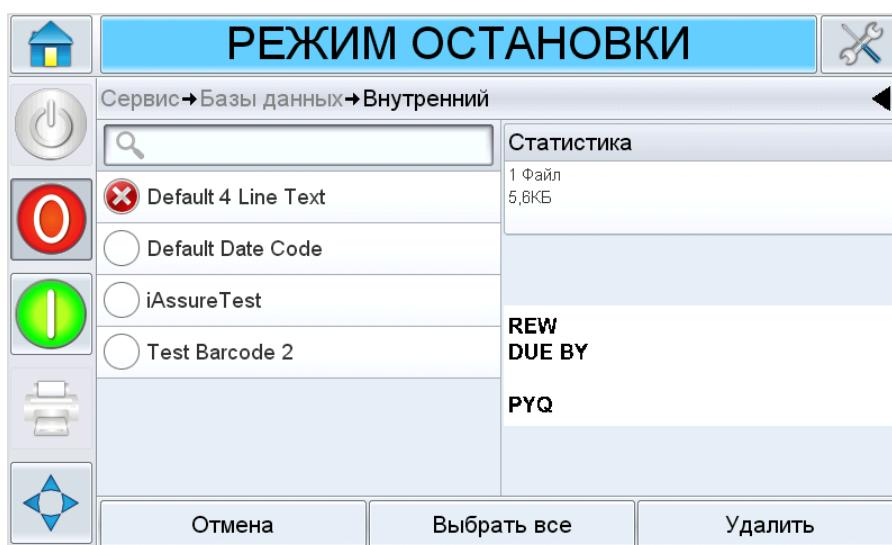

Рисунок 6-13: Окно удаления из базы данных
3. Отображается экран перечня заданий (Рисунок 6-13). Эта страница содержит список всех имеющихся заданий на печать вместе с информацией об имеющемся свободном объеме памяти для хранения новых заданий.